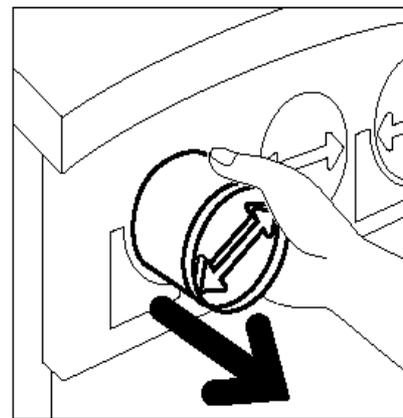

Fig. 10: Estrazione della cartuccia dalla macchina
- 4** Estrarre completamente la cartuccia, come illustrato in Fig. 10. Smaltire la cartuccia attenendosi ai regolamenti locali.